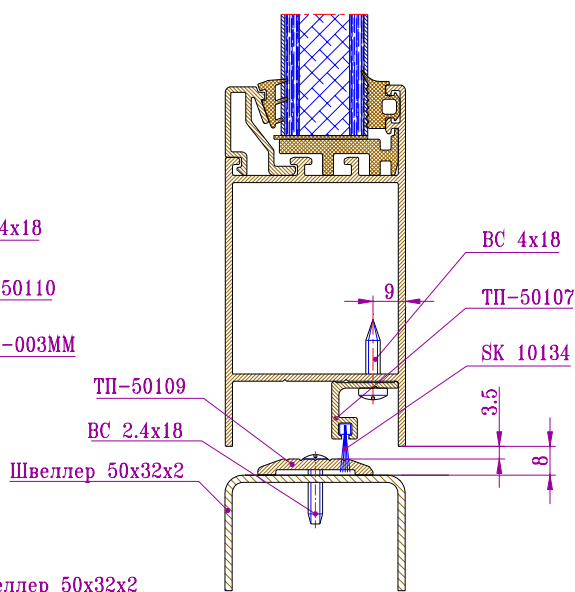

Рис.7-4 Вариант установки дверей «без порога»
1. При монтаже двери «без порога», накладка-порог ТП-50109 устанавливается на стальной швеллер и крепится к ней самонарезными винтами ВС 2. 4x18 (рис.7-4);